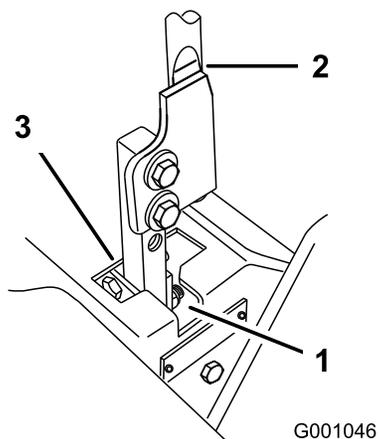

Figura 89
5. Desloque a alavanca para a posição de ponto-morto, mas não bloqueada (Figura 89).
6. Puxe a alavanca para trás até que o passador de forquilha (no braço por baixo do eixo da articulação) entre em contacto com a extremidade da ranhura (até começar a fazer pressão na mola) como se mostra na Figura 89.
7. Verifique onde é que a alavanca de controlo está relativamente ao entalhe na consola (Figura 89).